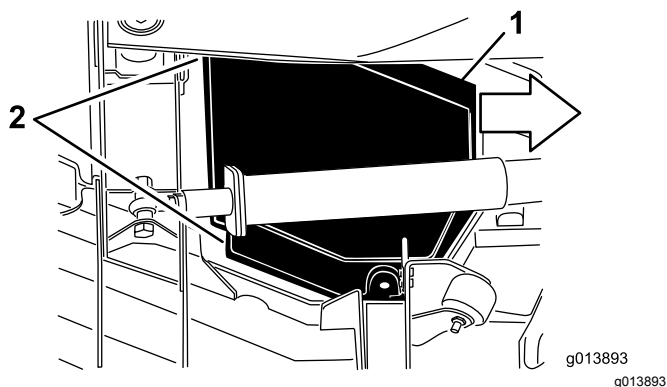

Bild 67
5. Schieben Sie die Abdeckung beim Anheben ungefähr 2,5 cm zur Zugmaschine, um die äußere Abdeckungskante vom Mähwerk auszuhaken (Bild 67).